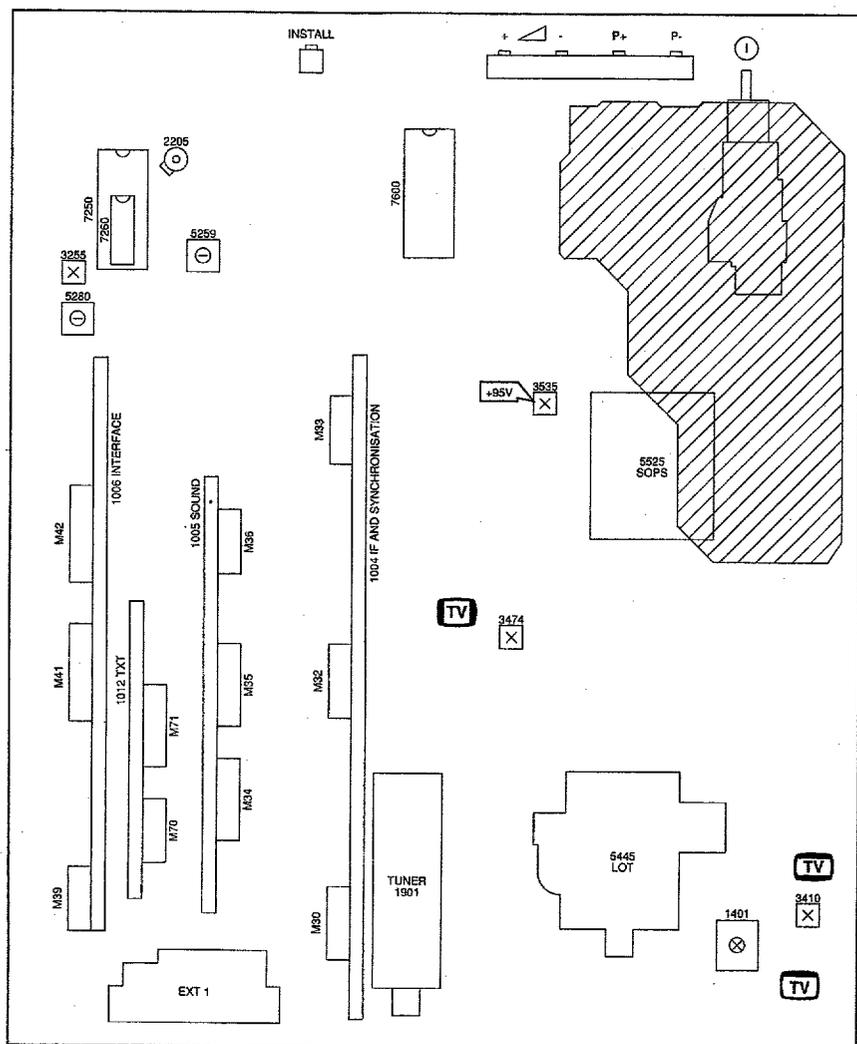

Fig 7.1
1. **Regolazioni sulla piastra principale (Fig. 7.1)**